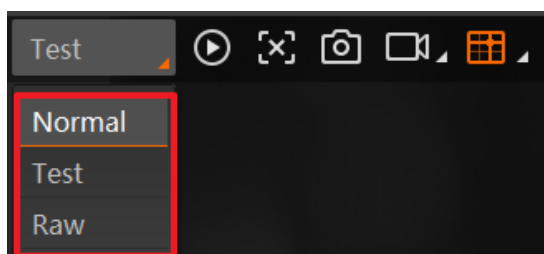

图8-4 调节运行模式
- 读码器通过“预览窗口”区域左上角，选择运行模式为 Test，如图 8-4 所示。